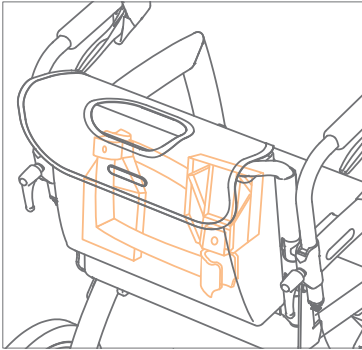

Abbildung 55: Einpacken der Fußstützen spiegelverkehrt zueinander.
- a. Entfernen Sie die Fußstützen. Schieben Sie die Fußstützen nach oben, bis sie sich von den Fußstützenhalterungen lösen. Legen Sie sie spiegelverkehrt zueinander in die Tasche des Rollz-Rollstuhlpakets (**Abbildung 55**).